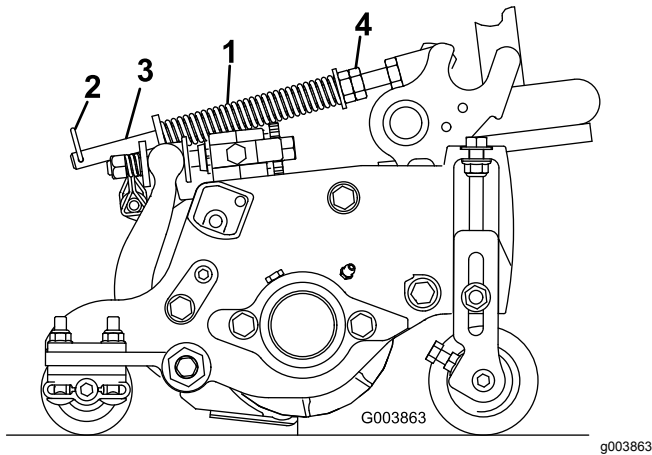

Figura 17
La molla di compensazione per il manto erboso (Figura 17) trasferisce inoltre il peso dal rullo anteriore a quello posteriore. per contribuire a ridurre l'ondulazione del manto erboso, detta anche fluttuazione o bobbing.
1. Verificate che la coppiglia sia montata nel foro posteriore dell'asta della molla (Figura 17).
2. Serrate i dadi esagonali sulla parte anteriore dell'asta della molla fino a ridurre la lunghezza compressa della molla a 12,7 cm sugli apparati di taglio da 12,7 cm oppure a 15,9 cm sugli apparati da 17,8 cm (Figura 17).